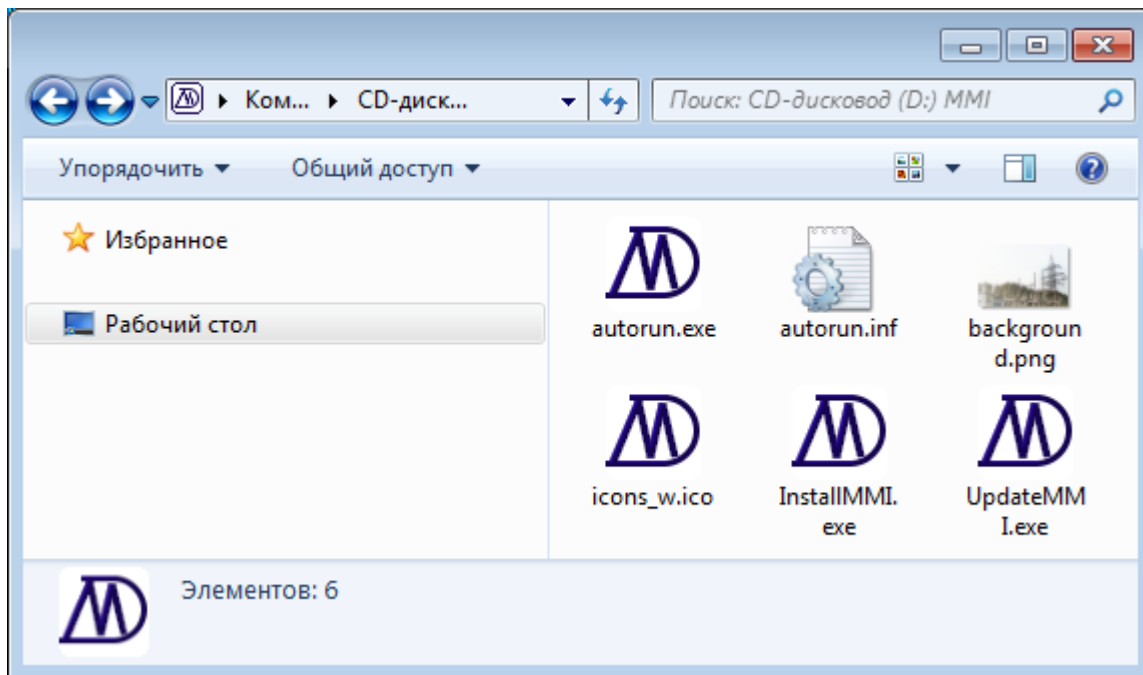

Рисунок 2.2. Запуск программы установки из проводника
- 2.а) Если автоматический запуск не произошел необходимо в проводнике открыть CD диск и запустить программу установки "InstallMMI.exe" (рис.2.2);